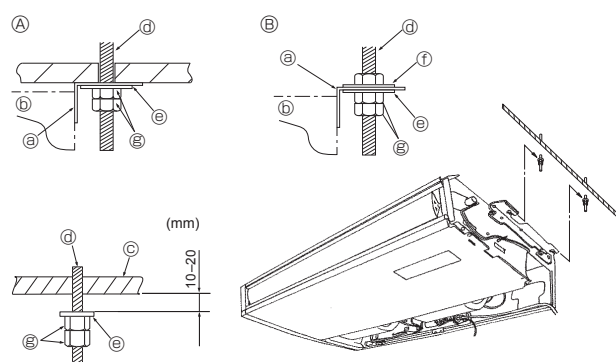

Fig. 3-5
- ② L'apertura forzata della griglia di ingresso o un'apertura con un'angolazione superiore a 120°, possono danneggiare le cerniere della stessa.
3.3. Installazione della sezione interna (Fig. 3-5)